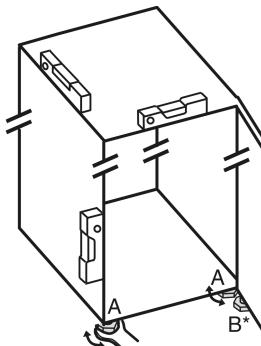

Fig. 8
- ▶ Nastavljlive noge Fig. 8 (A) odvijajte s priloženim ključem z odprtим koncem in vodilom, dokler naprava ni trdno poravnana in vodoravna.
- ▶ Nastavlivo nogo Fig. 8 (B) na ležajnem podstavku spodaj odvijajte s priloženim ključem z odprtим koncem, dokler ne stoji trdno na tleh.
- ▶ Nastavljlive noge Fig. 8 (B) obrnite za 90°.